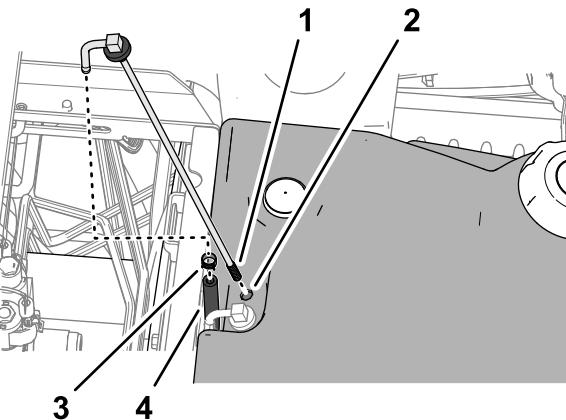

Figure 85
3. Retirez le collier qui fixe le flexible sur le tube d'admission de carburant (Figure 85).
5. Nettoyez la crêpine au bout du tube d'admission de carburant (Figure 85).